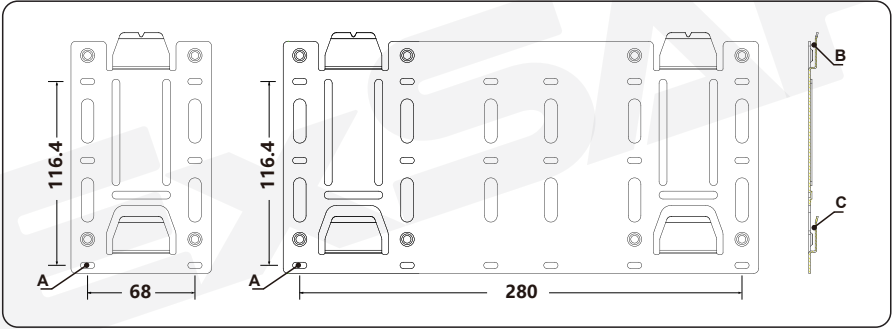

图 3-3
仪器内部采用模块化结构，对壁挂式结构而言，每一回路是独立的，互不影响，可以独立工作。壁挂式安装尺寸见（图3-3）：
2. 用Φ7钻花在墙面上钻四个孔（图3-3），其孔深不低于50mm；